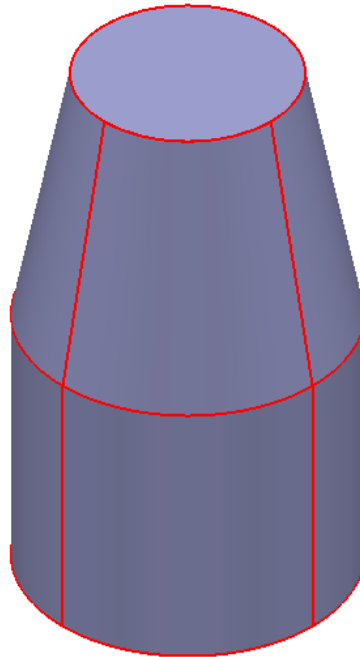

Figura 2.102 Sólido formado con cilindro y cono.
- Seleccionar el menú Operaciones con Sólidos , seleccionar la opción Añadir sólido, superficie o símbolo seleccionado al sólido activo , (Figura 2.102).